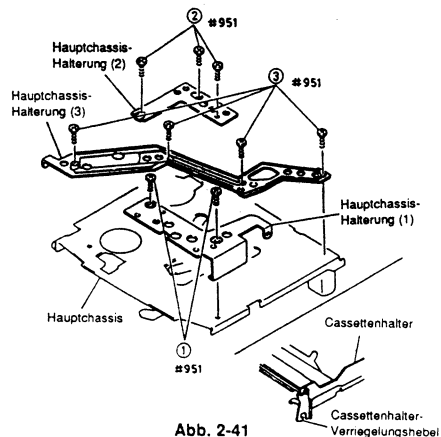

Abb. 2-41
- Zwei (2) Befestigungsschrauben der Hauptchassis-Halterung (1) entfernen (siehe Abb. 2-41).
- Drei (3) Befestigungsschrauben der Hauptchassis-Halterung (2) entfernen.
- Vier (4) Befestigungsschrauben der Hauptchassis-Halterung (3) entfernen.